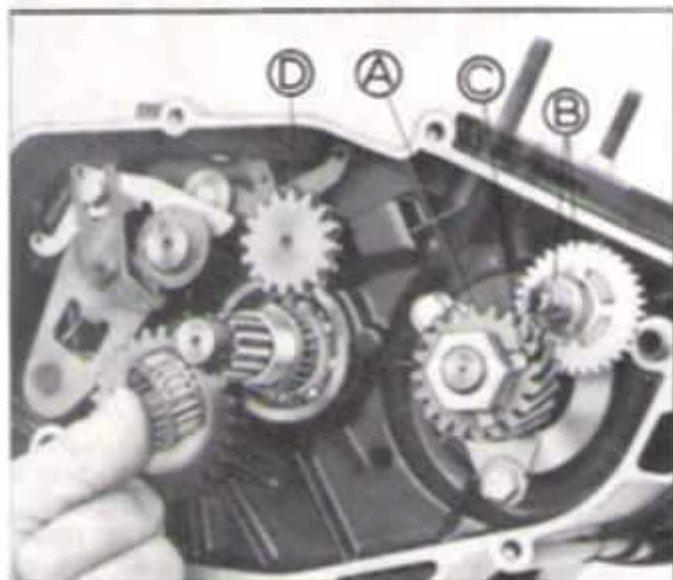

FIG. M44 - A. ENGRENAGEM DO VIRABREQUIM
11. Posicionar a arruela trava e apertar com torque recomendado a porca de fixação do virabrequim. Figura M44.
12. Dobrar a arruela trava. Figura M44.
13. Colocar a arruela de compensação, o eixo, a engrenagem conduzida e a arruela de compensação do sistema de lubrificação. Figura M44.
14. Introduzir o eixo de acionamento da bomba d'água. Figura M44. Colocar na extremidade do eixo o distanciador e o anel "O" ring. Após, aparafusar o rotor no eixo utilizando a ferramenta especial 7015.099.012.00.8.